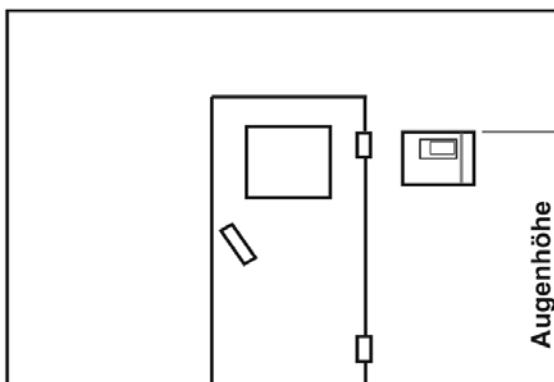

Abb. 3
1. Die Bohrungen Ø 3 mm für die mitgelieferten Holzschrauben 4 x 20 mm werden entsprechend den in Abb. 3 + 3.1 angegebenen Maßen angebracht.